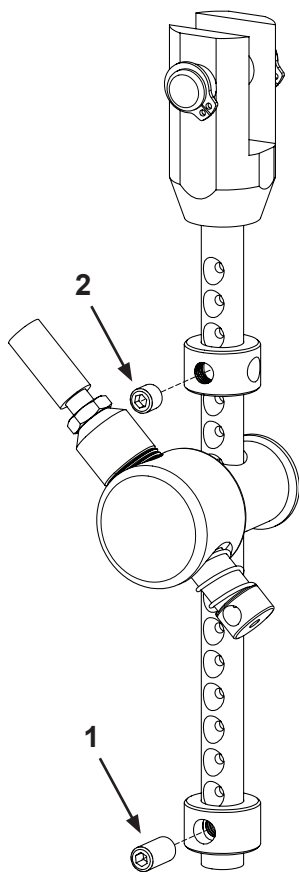

Bild 2
Den övre stoppringen monteras i 4:e hålet uppifrån, se bild 2.
Den nedre stoppringen monteras i 1:a hålet nedifrån, se bild 2. **Observera att en längre stoppskruv används för detta läge jämfört med övriga samt att det ogängade hålet i stoppringen ska användas. Se nedan!**
- I tippstångens nedersta gängade hål fästs stoppringen med en stoppskruv M6x12 (1, se bild 2), genom stoppringens ogängade hål.